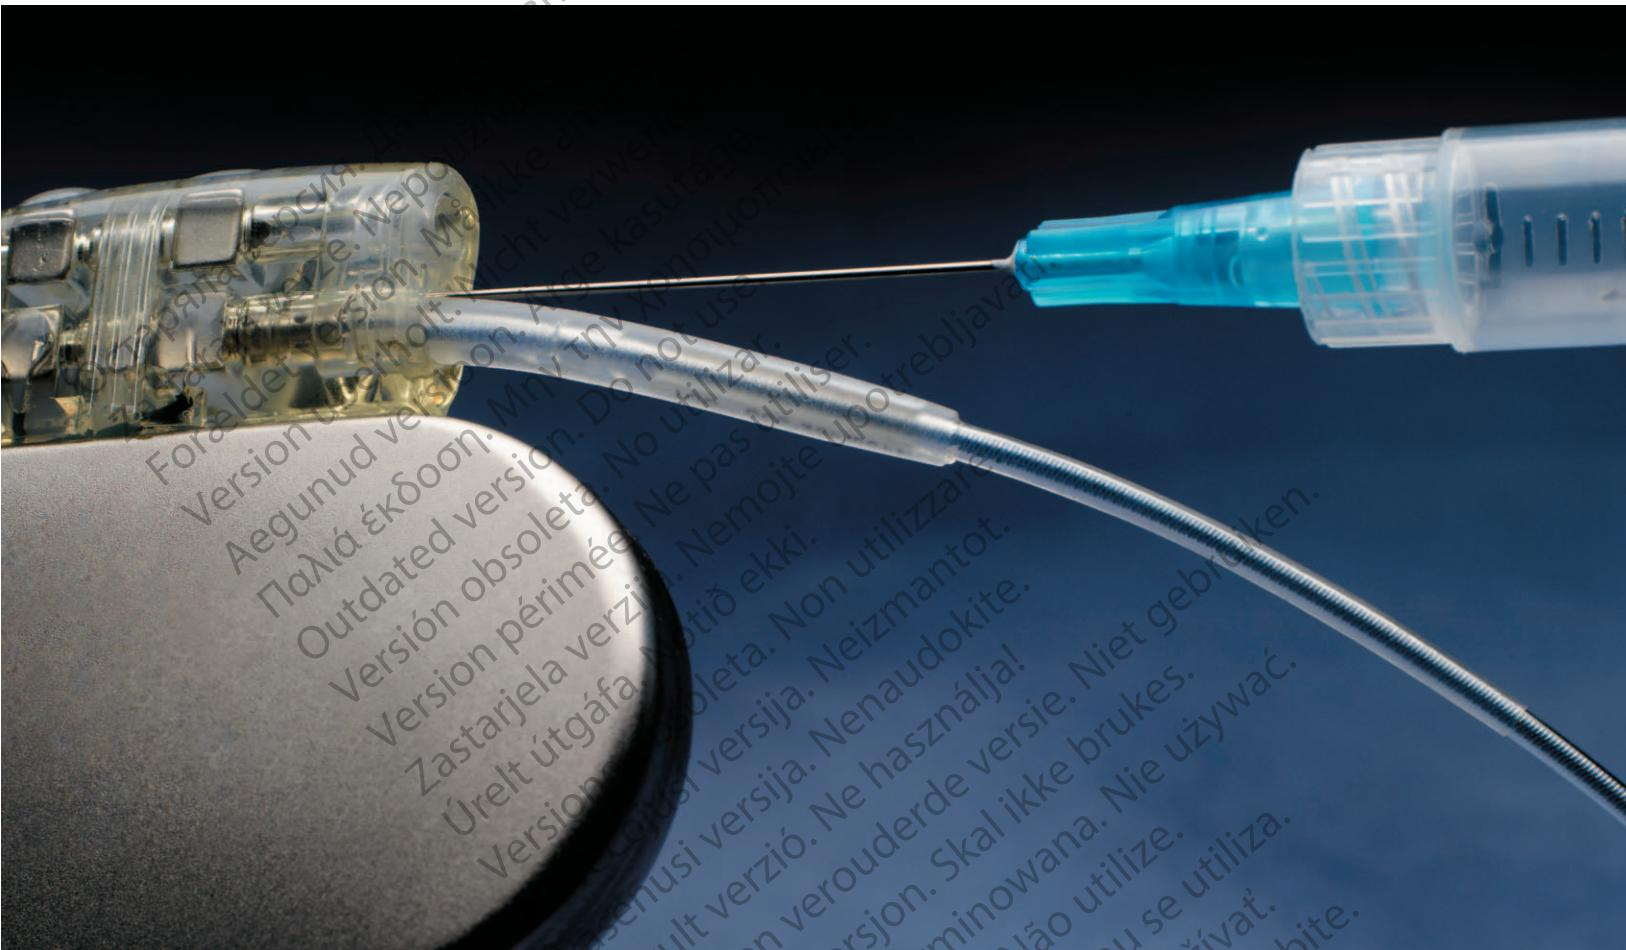

Figura 4. Inserte la aguja en el conducto del cable paralelamente al mismo. No inserte la aguja con un ángulo oblicuo.
2. Inserte cuidadosamente la aguja en el conducto del cable entre el cuerpo del cable bloqueado y las juntas del cabezal hasta el bloque de conexión exterior (Figura 4). La aguja será visible a través del material del cabezal.